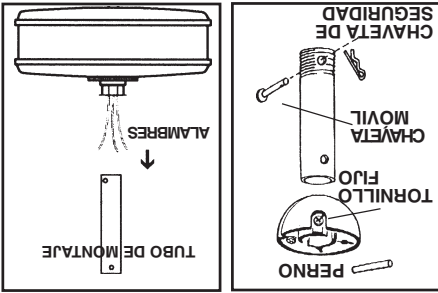

FIG. 7
**Paso 3.** (Fig. 7) Afloje el tornillo fijo de la esfera de soporte y quite la chaveta de tubo de montaje. Quite la chaveta de seguridad y la chaveta móvil.